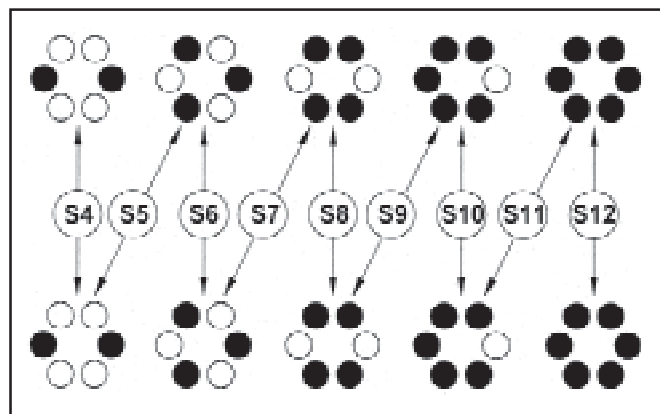
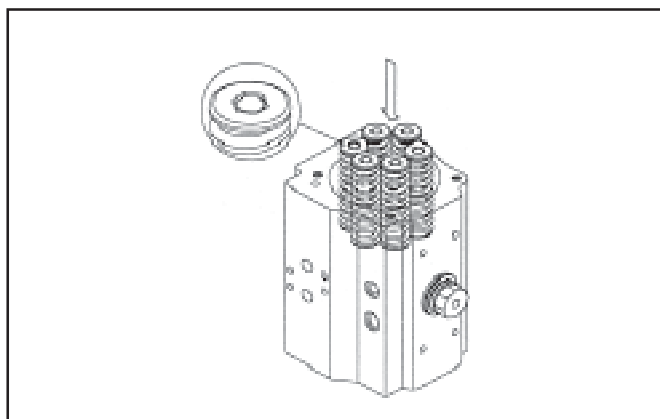

Fig. 24
Fig. 25
## Montage des embouts (pièce droite N°22 et gauche N°23): (figure 24, 25 et 26)
Sauf DAP / SRP 900 et DAP / SRP 3000 qui sont symétriques en N°22, et des cartouches ressort, figure 24, 25 et 26:
- Dans le cas du simple effet, monter la quantité de cartouches ressort en accord avec les choix indiqués figure 24. Donnant le nombre total des cartouches ressort. Monter les cartouches ressort ( 17 ) comme indique figure 25.